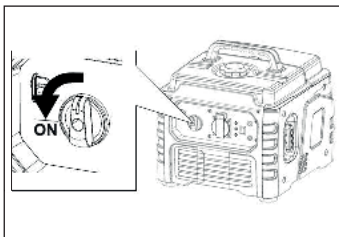

Рис. 5
- Поверните топливный кран в положение «Открыто» (Рис. 5).